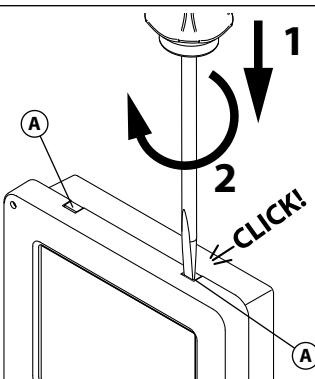

Fig. 1
1. Per installare il videocitofono è necessario aprirlo separando la base dal coperchio che ospita tutta l'elettronica dello stesso: inserire la punta di un giravite piatto da 5,5mm nella clip **A** dopodiché ruotare in senso orario fino a che non si udirà un "CLICK!". Ripetere la stessa operazione con l'altra clip come mostrato in **Fig. 1**.